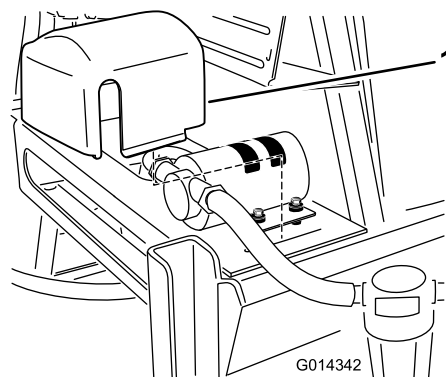

Figura 28
- Instale la tapa de la bomba de enjuague sobre la bomba (Figura 28).
- Instale el temporizador de retardo en la posición indicada en la Figura 28.